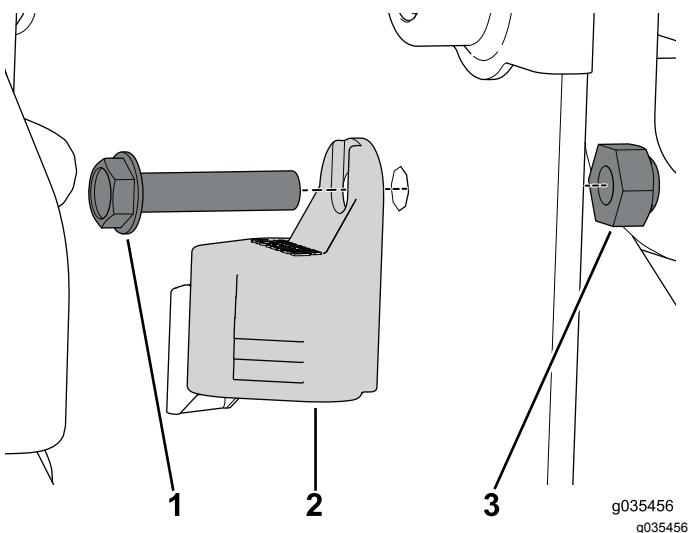

Figura 16
9. Utilize o parafuso (n.º 10 x 7/8 pol.) e a porca de bloqueio para prender a tampa da tomada à caixa do controlador (Figura 16).